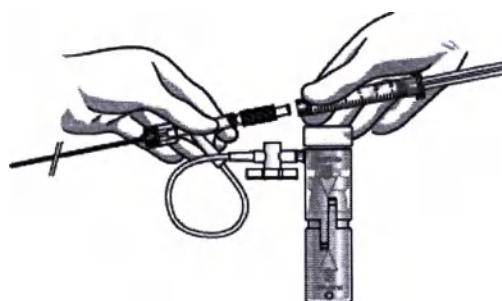
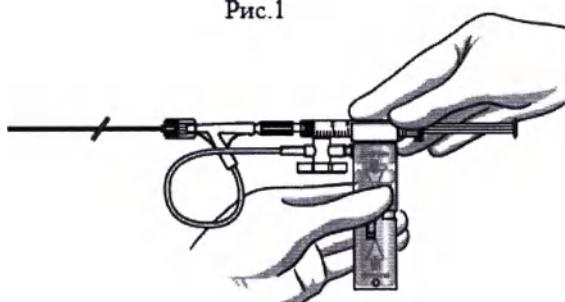

Рис.2
Рис.3
- Удалите иглу, присоедините шприц (рис. 2) к узловому коннектору, и, прижав до щелчка, поместите шприц (см. рис. 3) в специальный держатель на верхней части корпуса футляра.